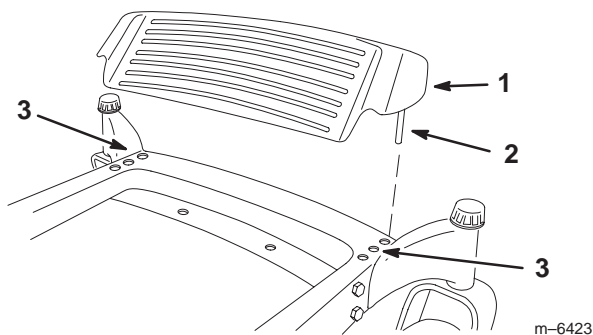

Figure 2
1. Soulevez le repose-pied et déposez-le momentanément de la machine (Fig. 2).
3. Placez le repose-pied dans son bâti et placez les tiges dans les mêmes trous (Fig. 2).